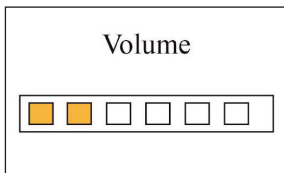

Figura 4.10B Impostazione volume
- **Volume:** Per impostare il volume del suono (compresi segnali acustici di allarme, frequenza cardiaca, click sui tasti) vi sono 6 livelli disponibili; l'impostazione predefinita è il livello 3 come mostrato nella figura 4.10B.